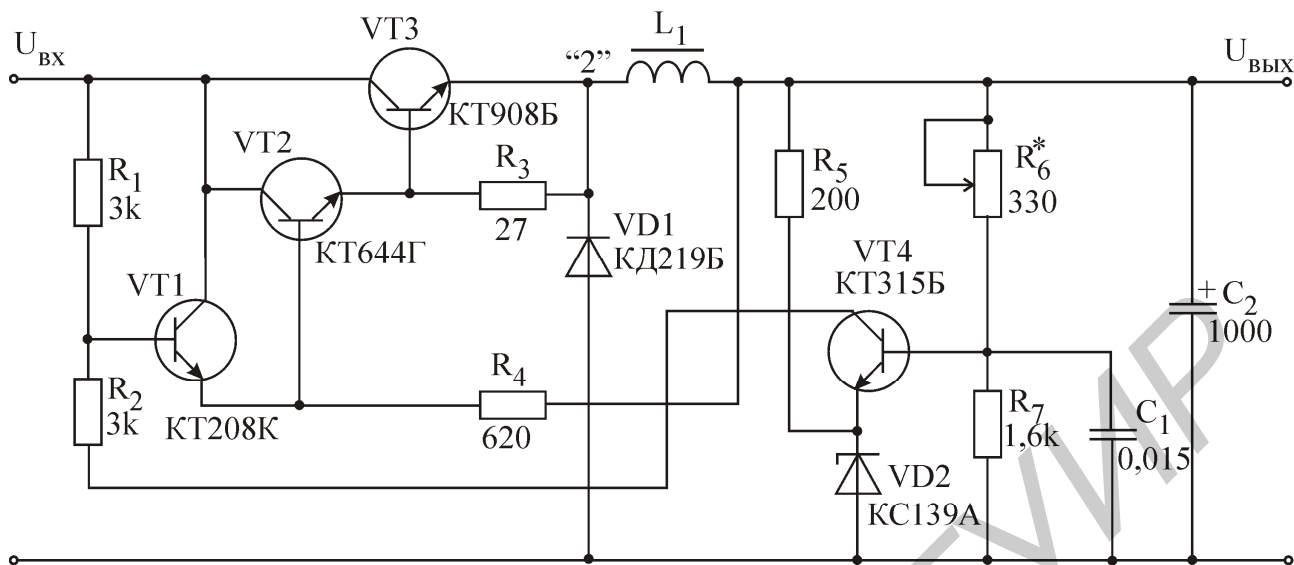

Рис. 4.5. Импульсный стабилизатор напряжения
Транзисторы регулирующего элемента работают в ключевом режиме, за счет чего КПД достигает 0,92 - 0,98. Исследуемая в лабораторной работе схема ключевого стабилизатора приведена на рис. 4.5.
3.4. Изобразите в отчете схему ключевого стабилизатора (рис. 4.5) и логическую диаграмму его работы. Рассчитайте значение резистора R_6 , при котором на выходе стабилизатора установится напряжение $U_{вых} = 5 В$.